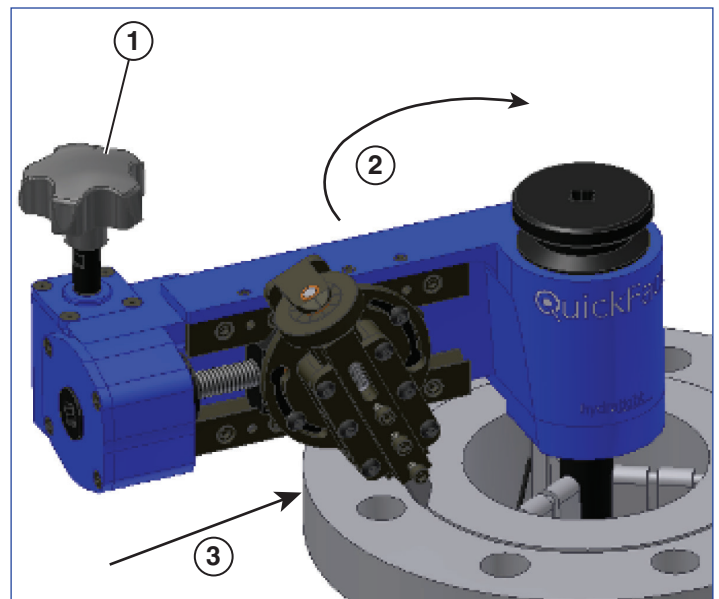

Abb. 14
7. Greifen Sie den Vorschubknopf fest mit Ihrer Handfläche. Ziehen Sie QuickFace mit einem festen Griff im Uhrzeigersinn rund um das Werkstück (siehe Abb. 14). Achten Sie darauf, dass sich keine lose Kleidung oder andere Hindernisse im Schneidpfad oder innerhalb der Betriebsparameter des QuickFace befinden. Wenn der Schnitt mehr Drehmoment als gewünscht erfordert, bewegen Sie den Werkzeugeinsatz mit dem Tiefeneinstellknopf vom Schnitt weg. **WENN DIE MASCHINE NICHT BEQUEM UM DAS WERKSTÜCK GEZOGEN WERDEN KANN, STOPPEN SIE DEN BETRIEB UND STELLEN SIE DIE SCHNEIDTIEFE NEU EIN.**